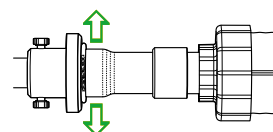

Рис. 4.5.6
7. При помощи гидравлического насоса расширить конец трубы (рис. 4.5.6). Выдержать трубу под давлением в течение одной минуты.